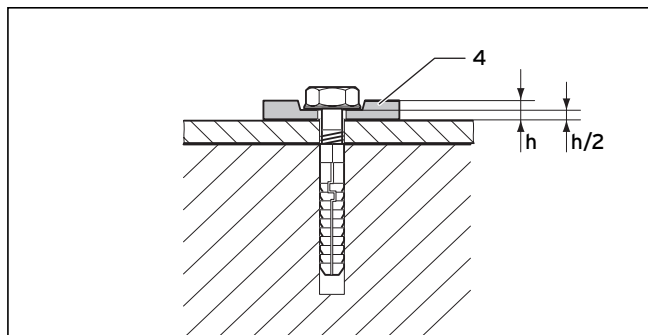

Fig. 6.16 Fixarea cu șaibe flexibile
Folosiți neapărat 4 șaibe flexibile (4), pentru a contrabalansa dilatarea materialului. Presați șaibe cu 50 %, vezi Fig. 6.16.